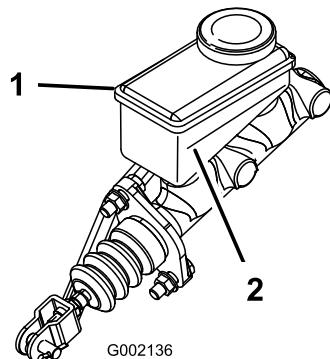

Bild 14
3. Lesen Sie den Flüssigkeitsstand am Stutzen an der Seite des Behälters ab (Bild 14).
- B. Füllen Sie DOT 3-Bremsflüssigkeit in den Behälter, bis der Füllstand über der Minimum-Markierung liegt (Bild 14).
5. Setzen Sie die Gummiblende oben am Armaturenbrett ein (Bild 14).